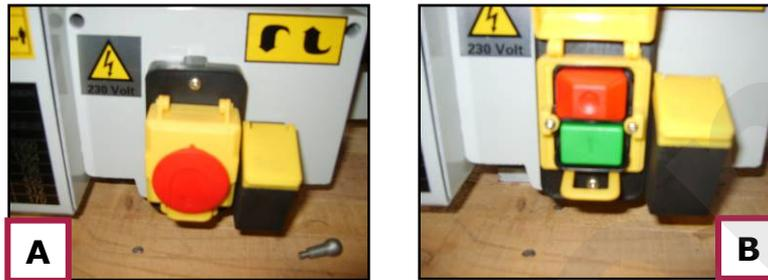

Figura 7 – Quadro elettrico e di comando.
Sul quadro elettrico sono presenti i seguenti comandi (vedere la **Figura 7**):
- pulsante di avviamento del motore elettrico (verde, **Figura 7/B**);
- pulsante di arresto del motore elettrico (rosso, **Figura 7/B**);
- pulsante d'emergenza (a calotta rosso, **Figura 7/A**);
- pulsante d'inversione del senso di rotazione del motore elettrico (rosso, **Figura 7/B**).